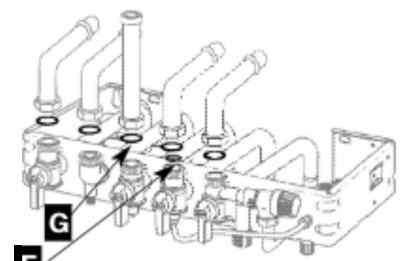

Fig. 11
- mettre en place les différents joints, **G (caoutchouc)** sur le gaz, plus le filtre eau **F** sur l'eau froide, et serrer les raccords des tubes de liaison en commençant par le tube gaz (fig. 11)